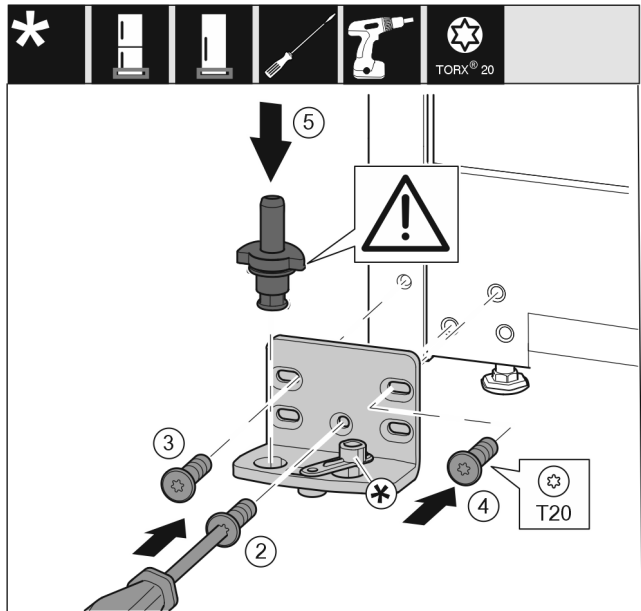

Fig. 21
- Placer le support de palier de l'autre côté et le visser avec un tournevis. Commencer par la vis Fig. 21 (2) en bas au milieu.
- Serrer la vis Fig. 21 (3) et la vis Fig. 21 (4).
- Insérer complètement l'axe de palier Fig. 21 (5). Veiller à ce que l'ergot soit orienté vers l'arrière.